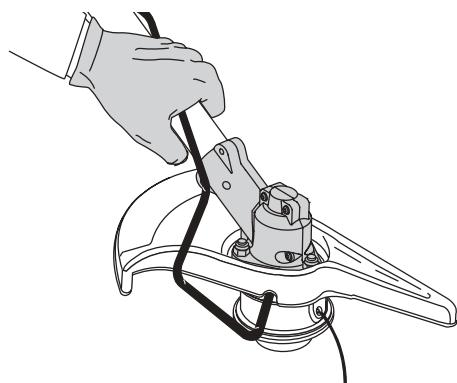

Fig. 9
- Sostenga la varilla de cierre en su lugar junto al brazo de la unidad (Fig. 9).